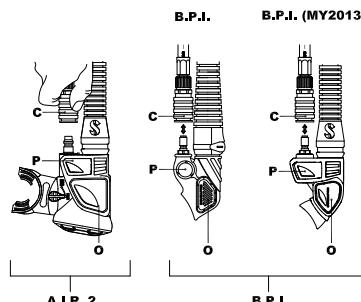

fig. 6
7.3 Sistema portapiombi Monorail (fig. 6) (proprietario) (alcuni modelli: vedere le caratteristiche dei modelli)
Questi due tipi di alimentatori consentono il gonfiaggio del jacket tramite l'aria della bombola. Il tubo BP a cui sono collegati è fissato da un lato ad un'uscita di BP sul primo stadio, dall'altro ai corpi alimentatori mediante innesto rapido, a tenuta anche quando è sganciato. Per collegare l'innesto rapido (fig. 6 - C).
Per gonfiare il sacco, premere il pulsante di carico (fig. 6 - P). Per un controllo più fine dell'assetto, è conveniente premere ripetutamente a colpi brevi.
2. Continuare a soffiare, premendo a fondo il pulsante di scarico (fig. 6 - O).
Assumere in acqua una posizione verticale, a testa in su. Alzare il BPI (o AIR 2) tenendolo di fronte al viso: questo garantisce una posizione più alta dell'aria nel sacco. Premere il pulsante di scarico (fig. 6-O) e verificare visivamente l'uscita dell'aria dal boccaglio. Per un controllo più preciso, premere ripetutamente e per brevi periodi controllando gli effetti di queste ripetute azioni sull'assetto.